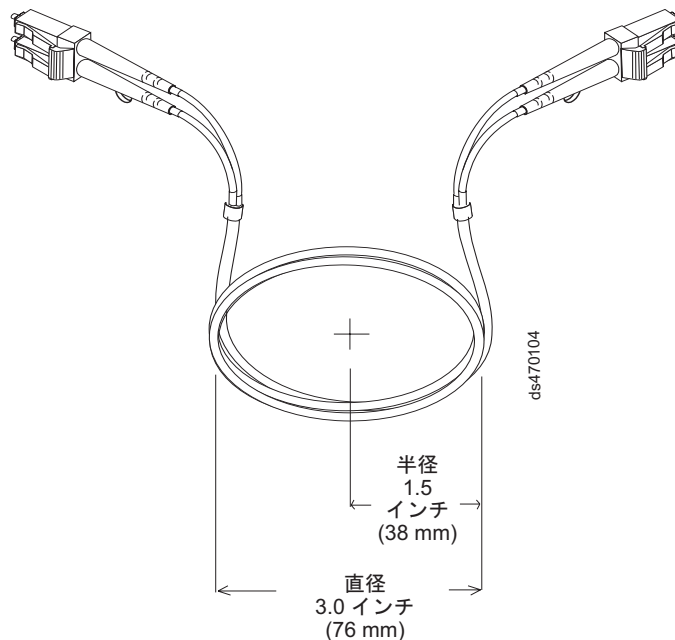

図 25. 光ファイバー・ケーブルの曲げおよびループに関する仕様
- 余分な、または未使用の光ファイバー・ケーブルを保管するときは、ケーブルを直径 76 mm (3 インチ) 未満または半径 38 mm (1.5 インチ) 未満に曲げないでください。また、ケーブルを折り返さないでください。 56 ページの図 25を参照してください。